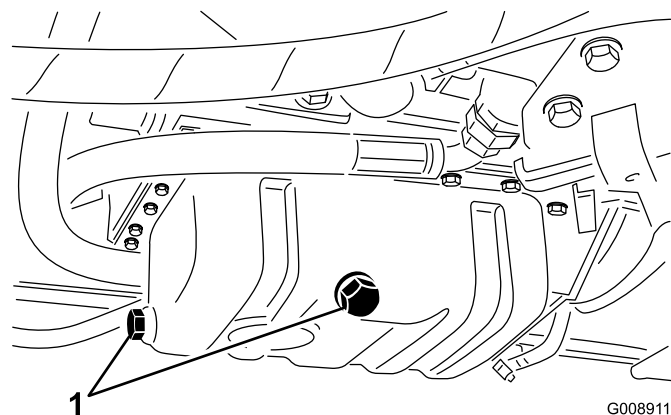

Figure 64
1. Enlevez un bouchon de vidange (Figure 64) et laissez couler l'huile dans un bac de vidange. Remettez le bouchon en place lorsque la vidange est terminée.